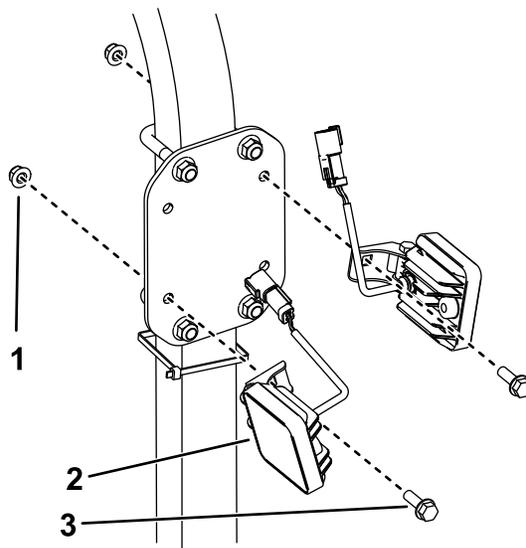

Figura 2
2. Montate 2 gruppi luci da lavoro su ciascun supporto luci con 2 bulloni a testa flangiata (5/16" x 1") e 2 dadi flangiati (5/16") come illustrato nella Figura 2.